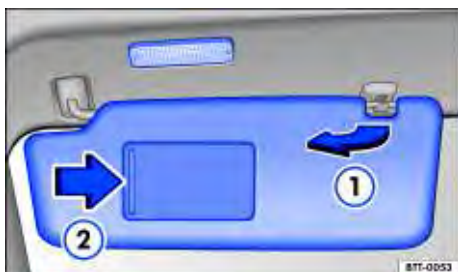

Fig. 69 Para-sol.
- Retirar do suporte e girar na direção das portas ⇒ Fig. 69 ①.